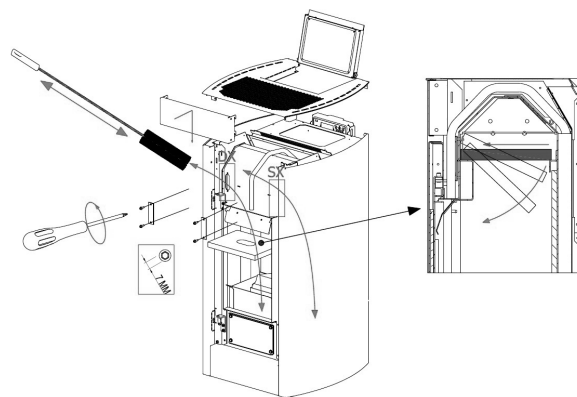

Fig. 85 - Limpeza
- Extrair o defletor superior (ver **Fig. 85**), aspirar eventuais cinzas e limpar as paredes internas da câmara de combustão.